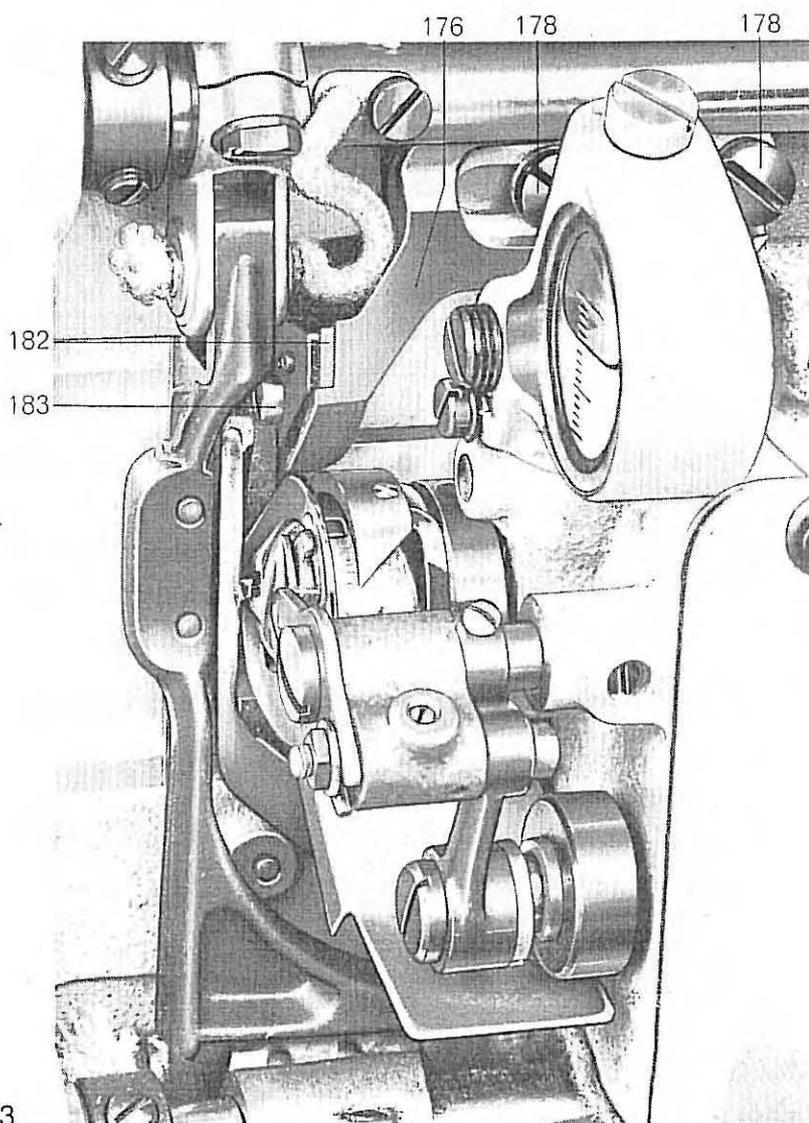

Fig. 33
Le couteau inférieur étant disposé dans le porte-couteau 176 (fig. 33), indépendant de la plaque à aiguille, il est possible de dépasser la largeur de coupe d'environ 1 mm sans changer l'équipement de couture.
2. Desserrer les deux vis de fixation 178 (fig. 33) du porte-couteau inférieur 176.
Pour retirer le couteau inférieur 182 (fig. 33) de son support 176, enlever la vis 183 et la plaque de serrage. Placer le nouveau couteau inférieur dans son support de telle sorte que le tranchant se situe à environ 0,5 mm au-dessus de la surface de la plaque à aiguille. Resserrer le couteau inférieur à l'aide de la plaque de serrage et de la vis 183.